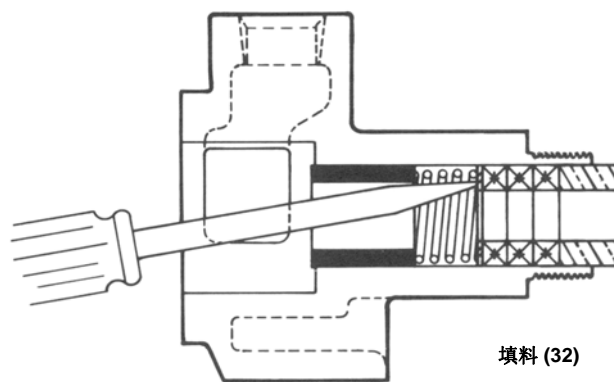
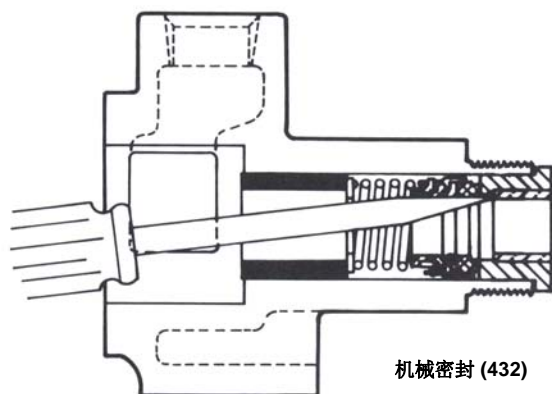

图 3
图 5
- 开始准备拆下填料或机械密封件。参见图 3 或图 5。每次泵被完全拆卸时，建议使用新的填料密封或机械密封。